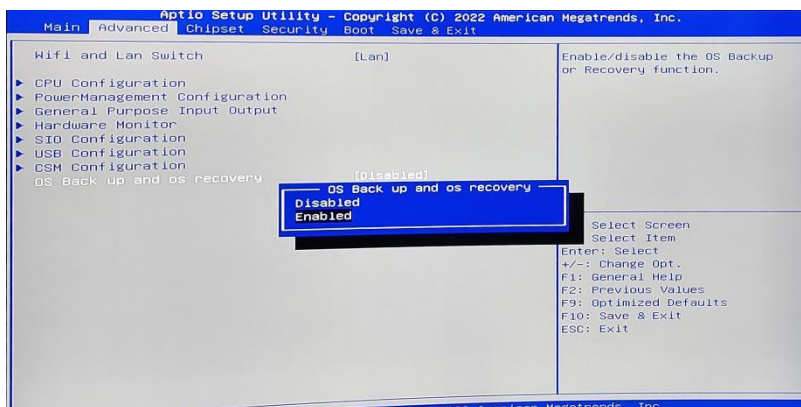

图 1 操作界面
(1) 检查工作：① 由于备份及还原操作过程中机器均不能外接存储设备，在操作之前务必先检查确认 USB 接口未连接外部存储设备，如 U 盘等，否则备份还原会出现错误；② 保证硬盘内存容量大小不小于 64G；
(2) 按电源键开机或上电开机后，连续点击键盘上的 delete 键进入 BIOS，切换到备份操作界面（如图 1 所示）打开备份还原设置 OS Back up and os recovery, 更改状态为 Enable；